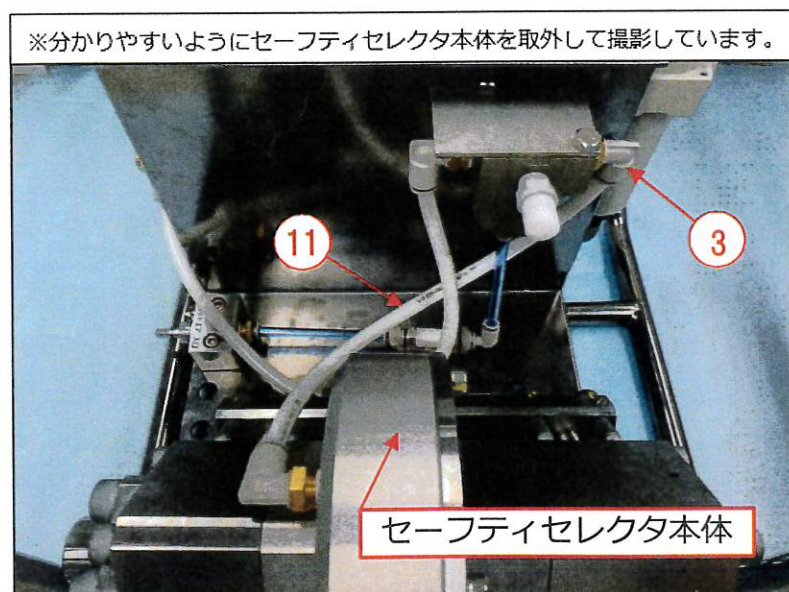

図5-4 チューブの接続 (セーフティセレクトタ本体-エルボユニオン間)
5. **[11]** ポリウレタンチューブを、セーフティセレクトタ本体と**[3]** エルボユニオンに取付けてください。(図5-4参照)
※ 交換部品の取付は以上となります。図5-4を参考に各部品の取付けを再度ご確認ください。